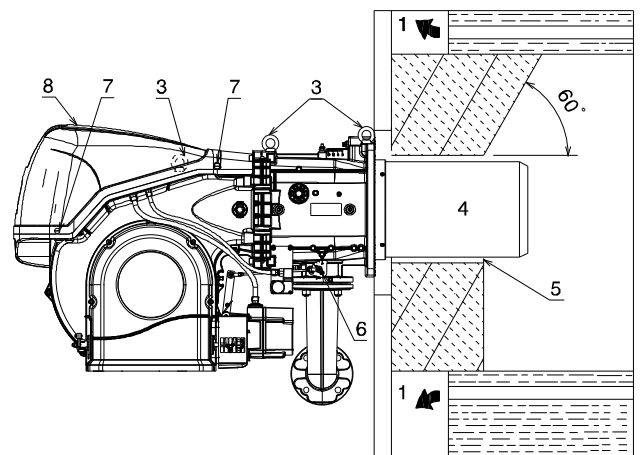

Fig. 13
Para calderas con paso de humos delantero 1)(Fig. 13) o con cámara de inversión de llama, colocar una protección de material refractario 5) entre el refractario de la caldera 2) y el embudo llama 4).
Prepare un sistema adecuado de elevación enganchándolo a los anillos 3)(Fig. 13).
- Colocar la protección térmica suministrada con la instalación en el tubo llama 4)(Fig. 13).